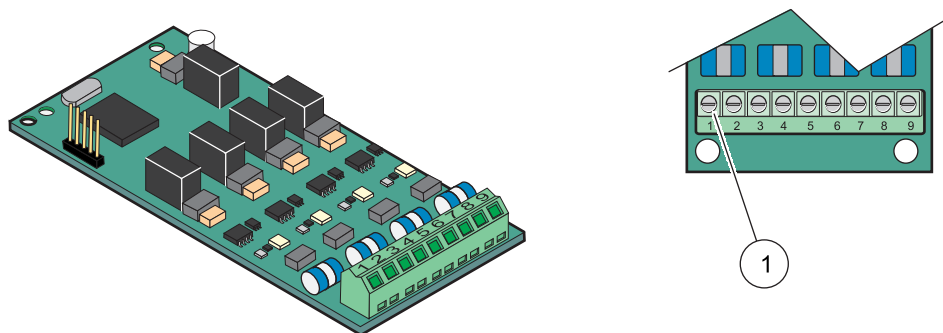

Рисунок 23 Подключения кабеля платы выхода (YAB019)
4. Пропустите кабель через основание модуля, хорошо подготовьте и вставьте каждый провод в клемму в соответствии с Рисунок 23 и Таблица 6. Осторожно подержайте провод после каждой вставки, чтобы убедиться в том, что соединение надежно.